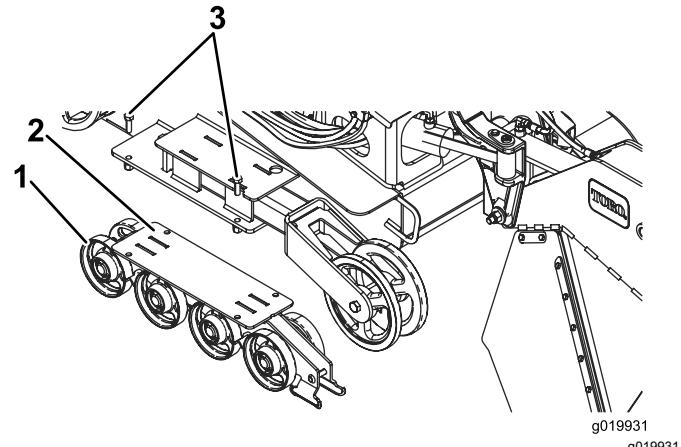

図 50
4. 各下クローラガイドロードホイールを囲っているを固定しているボルト各4を外してガイドを取り外す図 50。